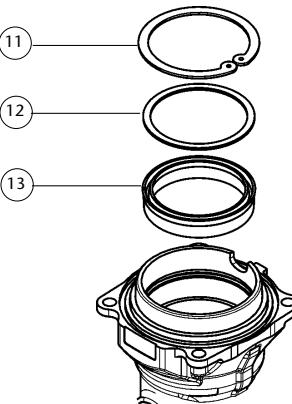

Fig. 10
- Den Kolben (10) entfernen und den Sprengring (11), die Beilagscheibe (12) und die Dichtung (13) zerlegen (Bild 10). Kolben auf Kratzer prüfen. Evtl. beschädigte Teile ersetzen.